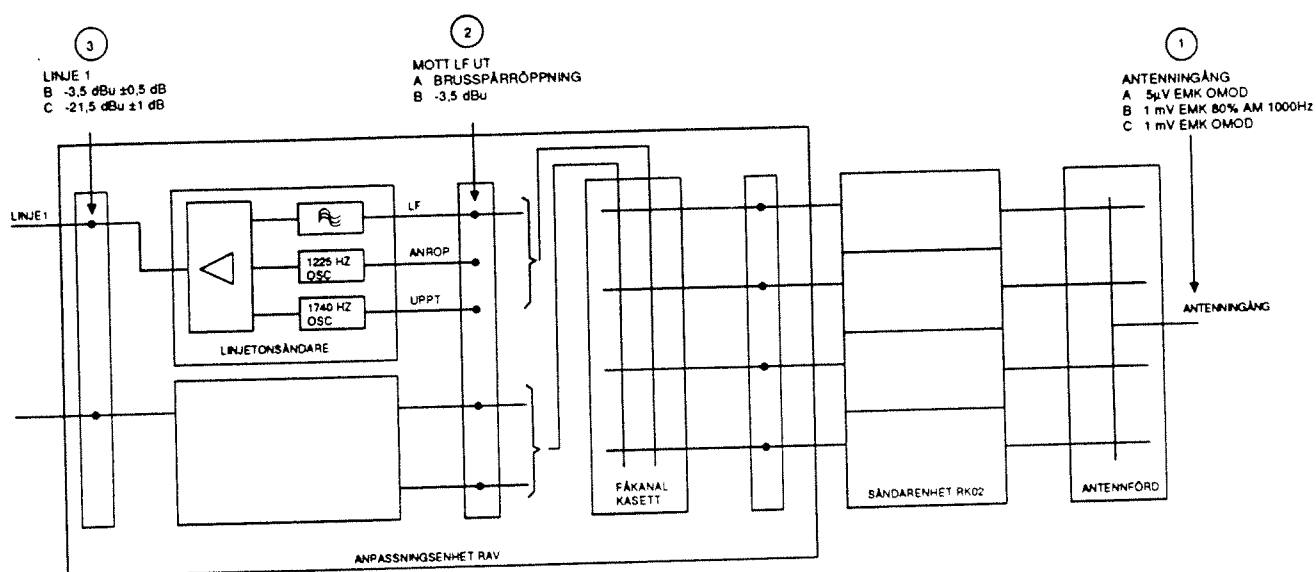

Bild 6
3.3.2.1 Anslut en signalgenerator till antennfördelarens antenningång, se bild 6, ① A.
Anslut en nivåmeter till vald linjetonsändares stift MOTT LF UT i anpassningsenhet RAV stiftfält, se bild 6, ② A.
3.3.2.2 Öka utsignalen från signalgeneratoren till 1 mV EMK. Modulera signalen med 1000 Hz , 80% AM alternativt $\pm 6,3 \text{ kHz}$ FM. Kontrollera att nivåmetern visar $-3,5 \text{ dBu} \pm 0,5 \text{ dB}$. Vid behov justera mottagarens utnivå enligt anvisningar i tillsynsföreskrift TOMT 851-44, se bild 6, ② B.
3.3.2.3 Flytta nivåmetern till linjetonsändarens stift LINJE 1 se bild 6, ③ B, i anpassningsenhet RAV stiftfält. Kontrollera att nivån är $-3,5 \text{ dBu} \pm 0,5 \text{ dB}$.
3.3.2.4 Bryt moduleringen. Kontrollera att nivån sjunker till $-21,5 \text{ dBu} \pm 1 \text{ dB}$, se bild 6, ③ C. Om angivna gränsvärden för nivåerna inte innehålls, byt linjetonsändaren.